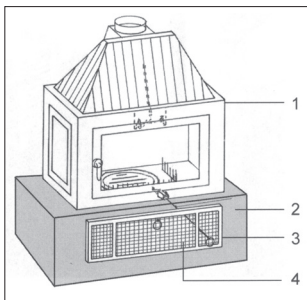

Bild 2-9 Sockel mit Zuluftöffnung
- Schieben Sie die Aschenlade durch die Aussparung im Sockel in das Kamineinsatz-Unterteil ein, bis die Aschenladenblende an der Außenkante des Sockels bündig anliegt (vgl. Bild 2-9)